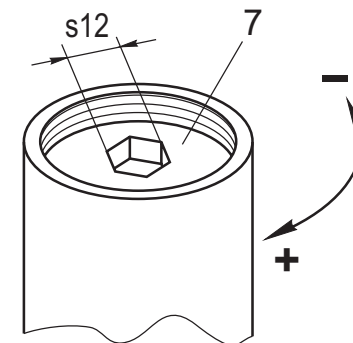

Рис. 7
- используя шестигранное отверстие (s12) в регулировочном винте 7 (рис. 7) при его повороте по часовой стрелке можно увеличить давление на выходе регулятора до заданного значения. Поворачивая регулировочный винт 7 против часовой стрелки происходит уменьшение давления на